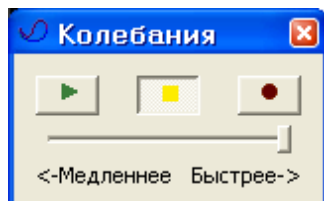

Рис.4.26. Диалоговое окно **Колебания**
- В диалоговом окне **Колебания** (рис.4.26) щелкните по кнопке  – **Воспроизвести анимацию**.